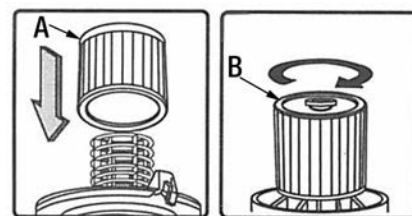

FIGURE 9
- 2) Retirez le couvercle/moteur assemblé de la cuve et installez un filtre en mousse propre et sec. Si l'opération est très poussiéreuse, installez le filtre réutilisable par dessus le filtre en mousse ou installez seulement le filtre-cartouche (A) Fig.9 au lieu des deux filtres. Fixez le filtre-cartouche avec la plaque de verrouillage (B). Si l'aspirateur a été utilisé pour aspirer de matériaux humides, le filtre en mousse ou le filtre-cartouche doivent être nettoyés et séchés correctement sinon ils s'encrassent et seront difficiles à nettoyer. Pour sécher un filtre rapidement, faites marcher l'aspirateur sans boyau pendant 5 à 10 minutes.